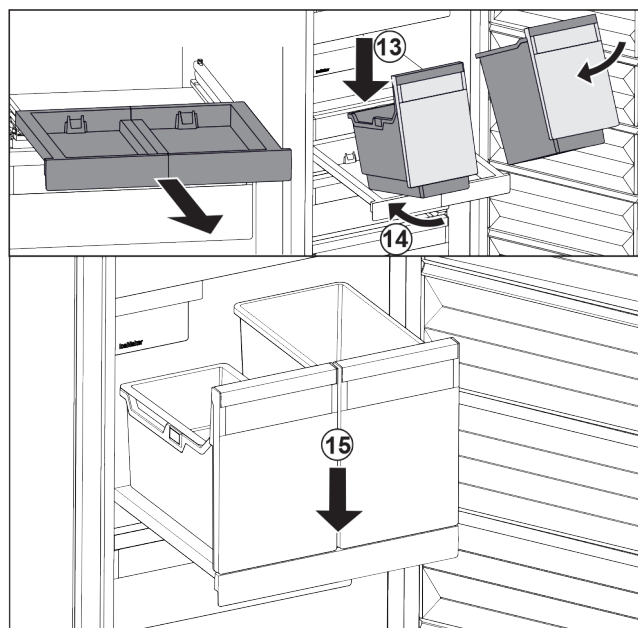

Fig. 124
- Applicare i contenitori in modo inclinato sul ripiano estraibile. Fig. 124 (13)
- Inserire il contenitore in modo inclinato verso la parte posteriore. Fig. 124 (14)
- Abbassare il contenitore nella parte anteriore. Fig. 124 (15)